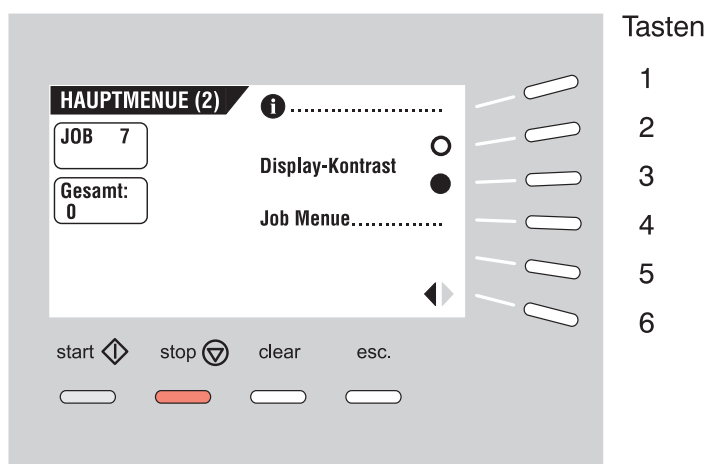

Abb. 10
Das Hauptmenü besteht aus dem HAUPTMENUE (1) und dem HAUPTMENUE (2). Bei Betätigung der Taste 6 im HAUPTMENUE (1) erscheint im Display HAUPTMENUE (2), wie in Abb. 10 dargestellt.
- Wechseln zum HAUPTMENUE (2) (Taste 6).
Das HAUPTMENUE (2) besitzt fünf verschiedene Funktionen, wie in Abb. 10 gezeigt:
- Rückkehr zum HAUPTMENUE (1) (Taste 6).